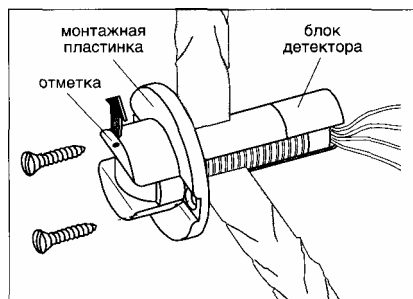

Рисунок 4. Установка модели 007.3
4. Установите на горизонтальную линию отверстия для винтов на монтажной пластинке и убедитесь, что отметка на передней части блока детектора находится сверху (Рисунок 4).
5. Держа блок детектора за монтажную пластинку, вставьте его, начиная с задней части, с отметкой на передней части сверху, в отверстие (Рисунок 4).